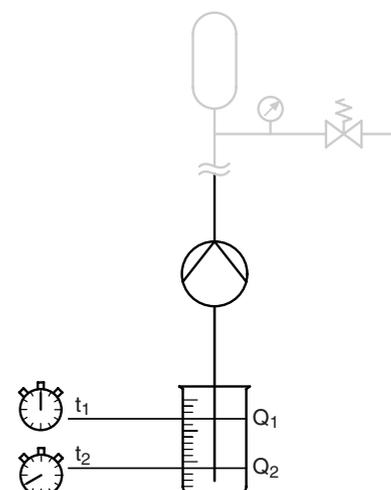

Fig. 20
3. enlevez le capuchon (4) du bouton de réglage de la course et dévissez quelque peu la vis (3) située en dessous
4. amenez la conduite d'aspiration dans un récipient de mesure (voir fig. 20)
12. tournez uniquement le disque gradué (1) jusqu'à ce que le repère 100 % soit positionné exactement au-dessus de la fente de la graduation (2)
13. serrez avec précaution la vis (3) et enfoncez le capuchon (4).